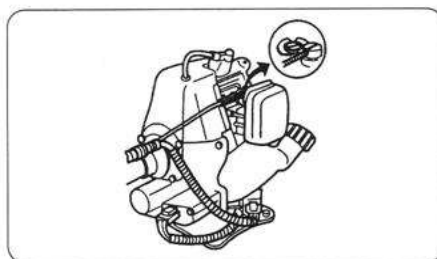

図9
- ①スロットルワイヤーの先端をアウター受けに通し、気化器の上にあるスィベルの溝にはめこみます。(図9)
- ②スロットルワイヤーを軽く引いてスロットルワイヤーの先端をスィベルに確実にセットします。